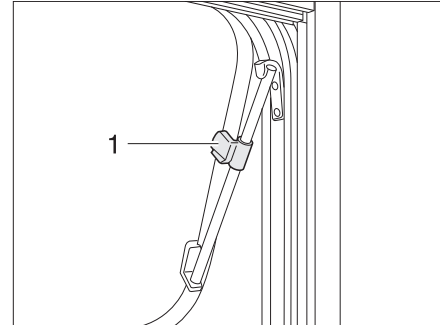

Fig. 57 Ventana abatible con soportes giratorios, abierta
- Abrir la ventana abatible hasta la posición deseada y fijarla con el botón moleteado (Fig. 57,1).
- Girar el botón moleteado (Fig. 57,1) hasta que se libere el bloqueo.